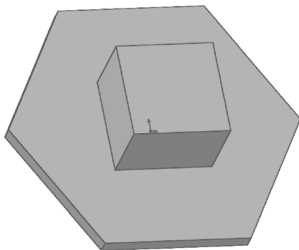

图 6-7 打开的文件实体
- 5) 单击 (面组 1、面组 2) 图标右侧的列表框, 然后在右侧的图形区(图 6-7)中选择两个或更多相邻的面。